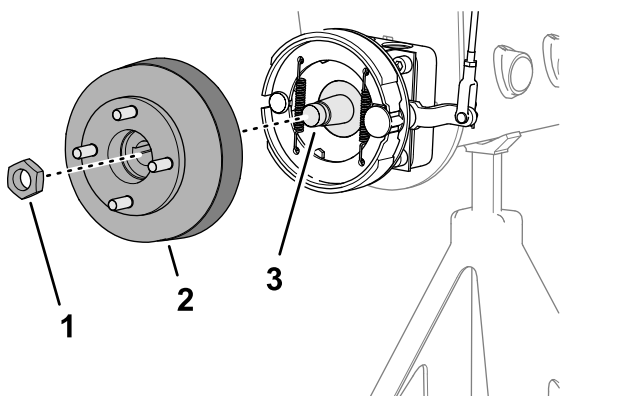
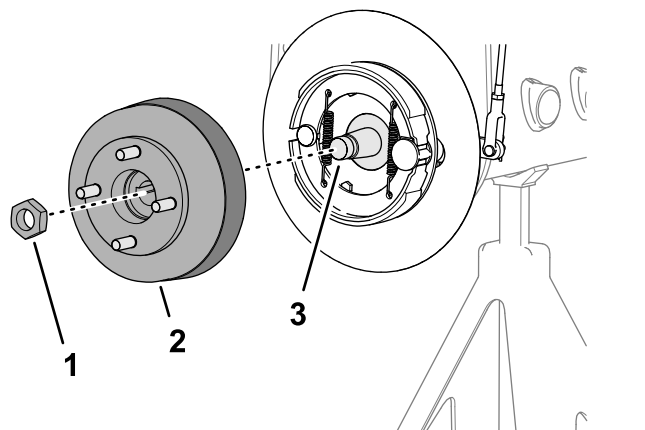

Figure 70
Figure 71
3. Montez le moyeu de roue et le tambour de frein sur l'arbre du moteur de roue (**Figure 70** ou **Figure 71**).
4. Fixez le moyeu de roue sur l'arbre avec le contre-écrou (**Figure 70** ou **Figure 71**), et serrez à la main.